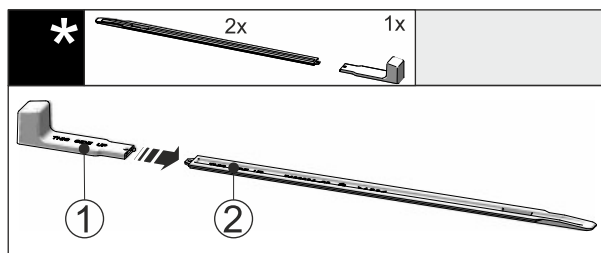

Fig. 45
- ▶ Postavite montažnu ručku Fig. 45 (1) na šinu za Fig. 45 (2) niveliranje.